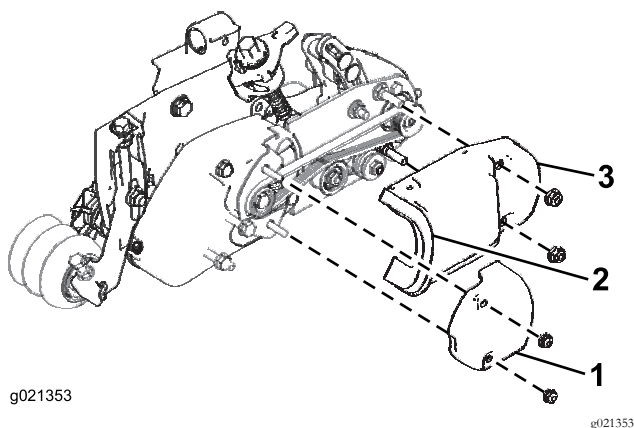

Figure 14
2. Reposez le couvercle d'accès du groomer (Figure 14).